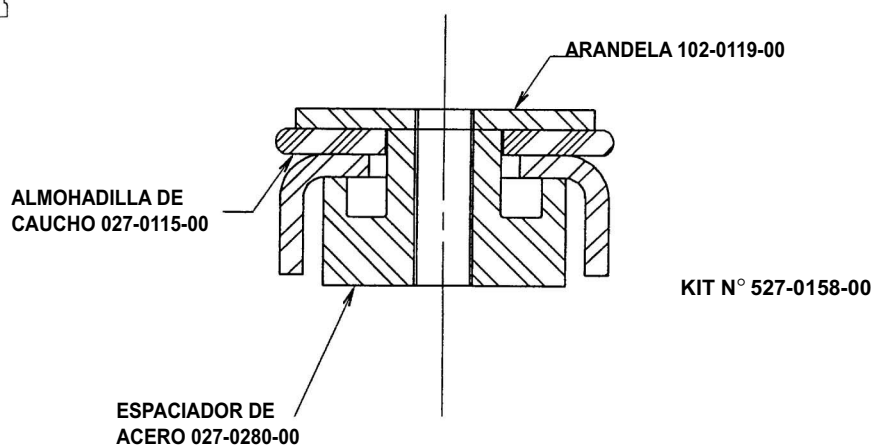

Figura 5A
Montaje para Sistemas en Rack – Existen espaciadores de acero y tacos de montaje aislantes de caucho especialmente diseñados para las aplicaciones en rack de los Scroll Glacier ^(MR) de 7,5 a 15 H.P. Este sistema de montaje limita el movimiento del compresor, lo que minimiza la posibilidad de problemas potenciales de tensión excesiva en las tuberías. Además suministra suficiente amortiguación como para evitar que la vibración se transmita a la estructura de montaje. Se recomienda esta disposición de montaje para instalaciones de compresores múltiples en rack. Refiérase a la Figura 5A para los detalles de este sistema de montaje.